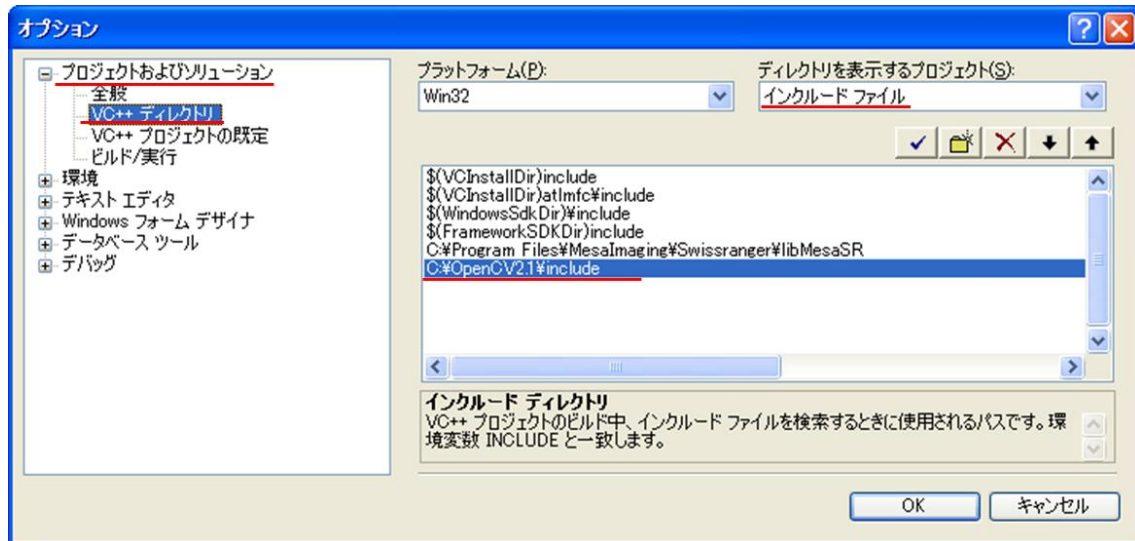

図 3 「オプション」ウィンドウの表示
- 上記のライブラリをインストールしたのち, <コンポーネント名>_vc9.sln を開き, Visual Studio のメニューバーより, 「ツール>オプション」を選択し, 「オプション」ウィンドウを表示させる(図 3).